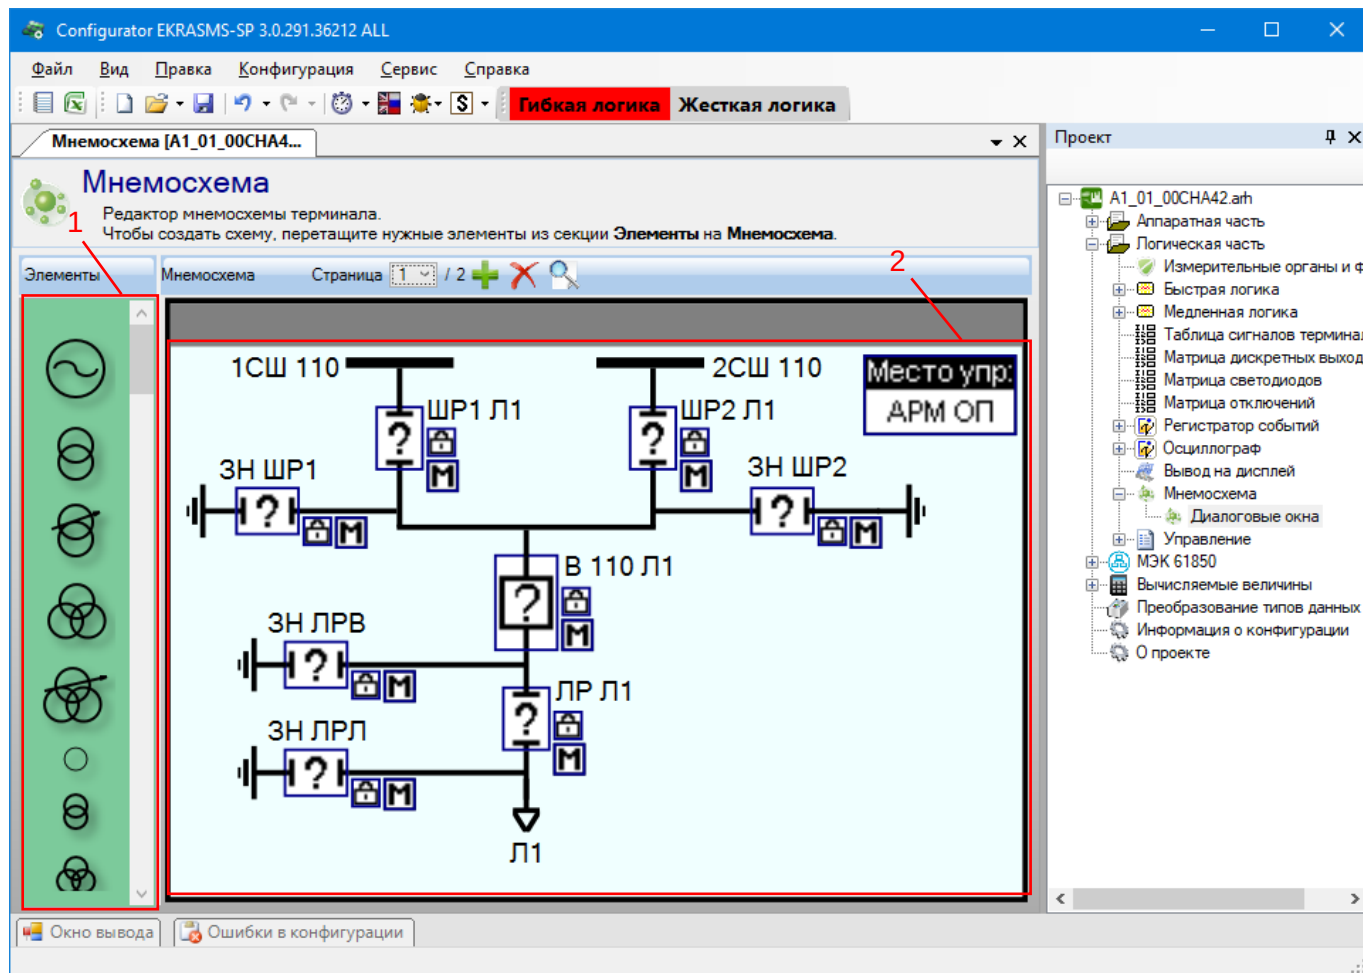

Рисунок 4.123
4.6.9.1 Окно **Мнемосхема** (см. рисунок 4.123), пункт меню «дерева» проекта **Логическая часть** → **Мнемосхема** предназначено для создания графической схемы, которая будет отображаться на дисплее терминала. В проекте должна быть минимум одна страница мнемосхемы.
Окно **Мнемосхема** состоит из двух частей: библиотеки элементов (см. рисунок 4.123, поз. 1) и рабочей области (см. рисунок 4.123, поз. 2).